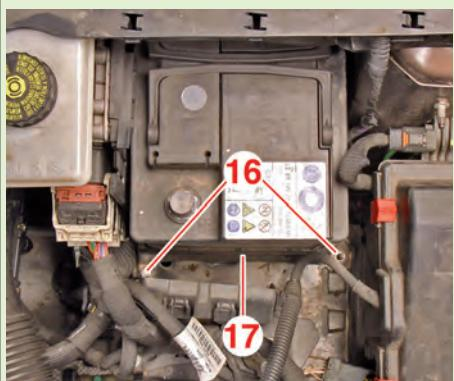

Fig.9
- Déposer (Fig.9) :
- les fixations (16) à l'aide de la clé [1],
- la bride (17).